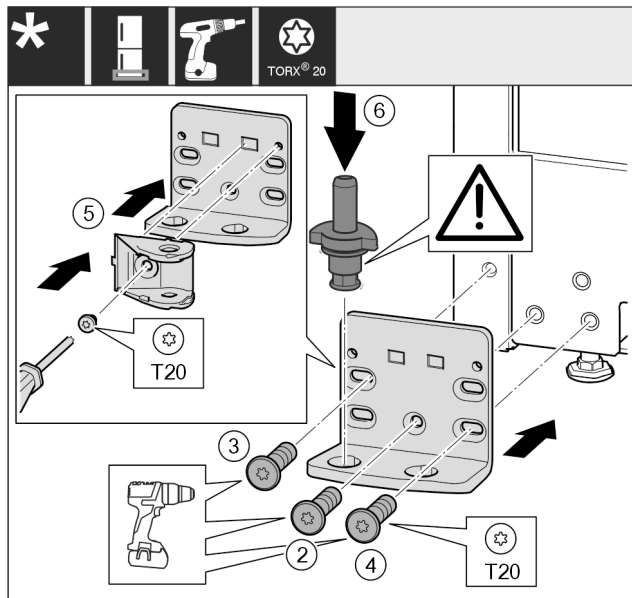

Fig. 48 *
- Założyć płytkę zawiasu z drugiej strony i przykręcić śrubokrętem. Rozpocząć od śruby Fig. 48 (2) dolnej umieszczonej na środku.*
- Dokręcić śrubę Fig. 48 (3) i śrubę Fig. 48 (4).*
- Obrócić połączenie amortyzatora zamykania Fig. 48 (5) o 180°. Przykręcić z drugiej strony płytki zawiasu przy użyciu śrubokręta.*
- Założyć cały trzpień zawiasu Fig. 48 (6). Zwrócić przy tym uwagę, by krzywka zatrzaskowa wskazywała do tyłu.*